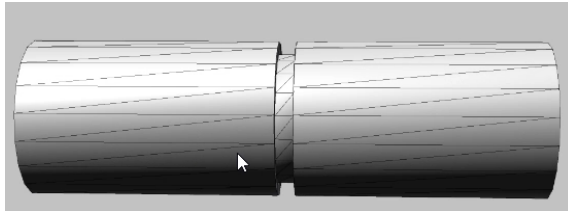

Рисунок 13
- 5) Создание 3d модели бруска, рисунок 13. В коде это класс «Wood», метод «getMesh3D».